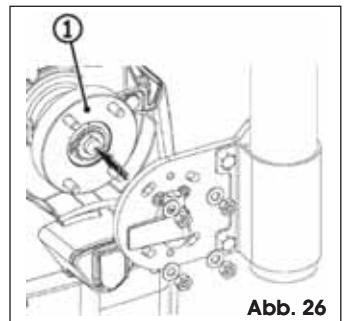

Abb. 26
3. Alles auf der Zugscheibe positionieren, Abb. 26 Bez. ①, und bei Schließrichtung links die in der Abbildung dargestellte Ausrichtung einhalten.